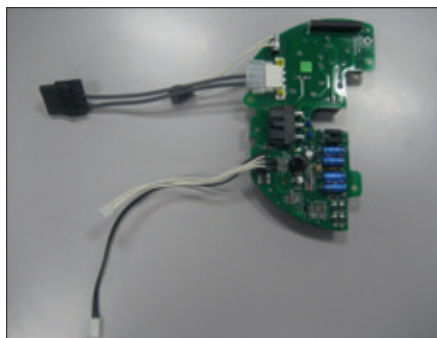

Abb. 15
- Prüfen Sie, ob Sie die korrekte OM13-Karte erhalten haben (Abbildung 15).